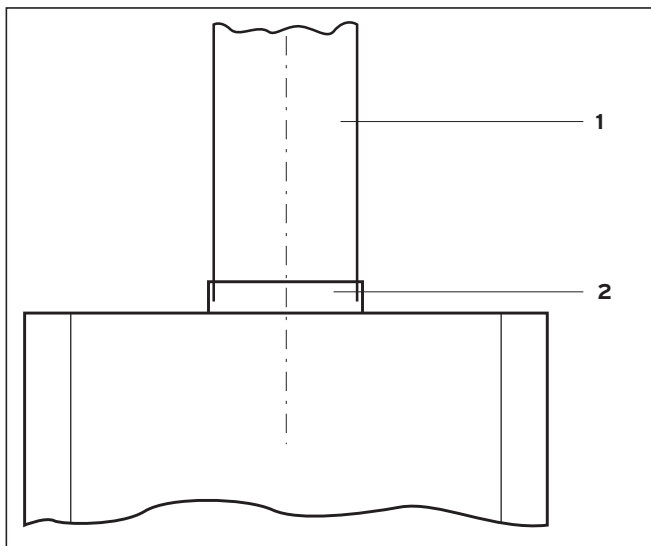

Рис. 5.1 Подключение к дымоходу
- Установите трубу дымохода (1) в патрубок трубы дымохода (2) на предохранителе тяги, см. рис. 5.1 Подключение к дымоходу.